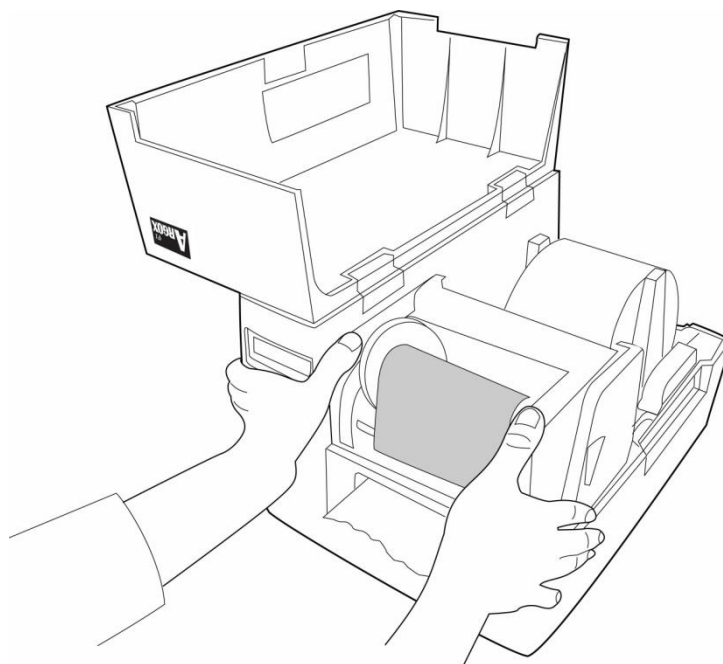

Figura 13
76. Feche o módulo da cabeça de impressão e pressione para baixo firmemente dos dois lados até ouvir um estalo (Figura 13).